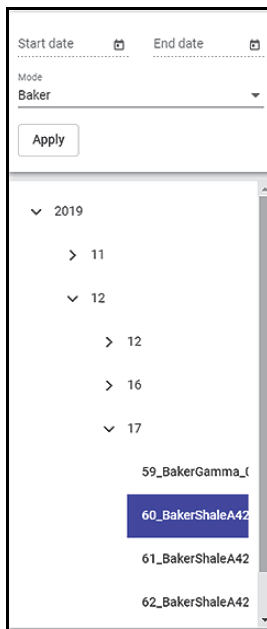

Figura 5-7 Resultado seleccionado en la lista
5. En la lista que aparece, seleccione la fecha y el resultado que desea visualizar (ver Figura 5-7 en la página 80).